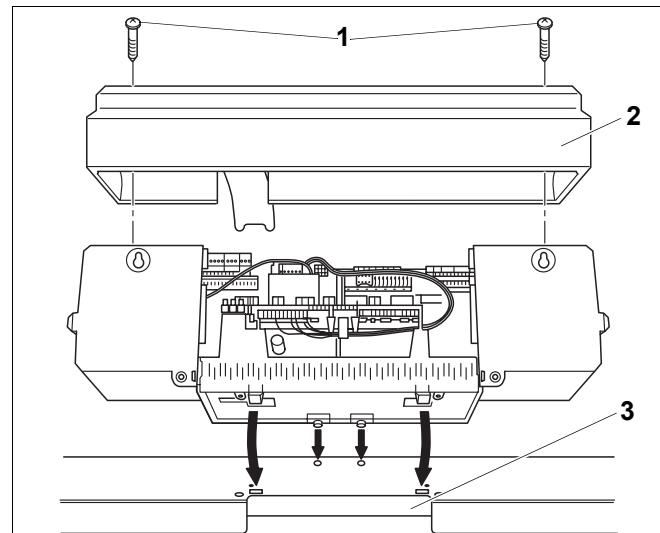

Рис. 15 Открытие и установка системы управления Logamatic 4000
- Выверните оба винта (рис. 15, поз. 1) сверху из крышки клеммного щитка (рис. 15, поз. 2) и снимите крышку.
- Слегка наклонив систему управления вперед, установите ее так, чтобы передние крюки вошли в овальные отверстия. Сдвиньте систему управления вперед и отклоните назад до защелкивания обоих упругих крюков справа и слева (по стрелкам – рис. 15).
- Проведите капиллярные трубы через кабельный проход (рис. 15, поз. 3) и разверните их на требуемую длину.
- Приверните систему управления двумя винтами сзади справа и слева в кабельном проходе (рис. 15, поз. 3) к передней крышке котла.